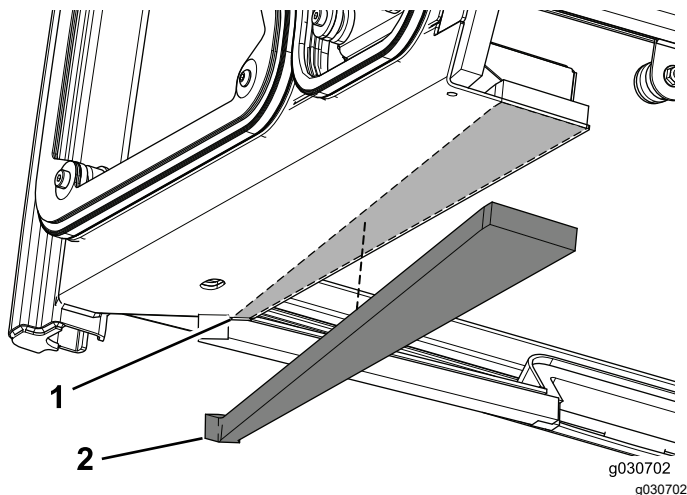

Figura 14
1. Aplique o vedante de espuma esquerdo a aproximadamente 3 mm da extremidade da secção frontal esquerda da unidade da cabine (Figura 14).